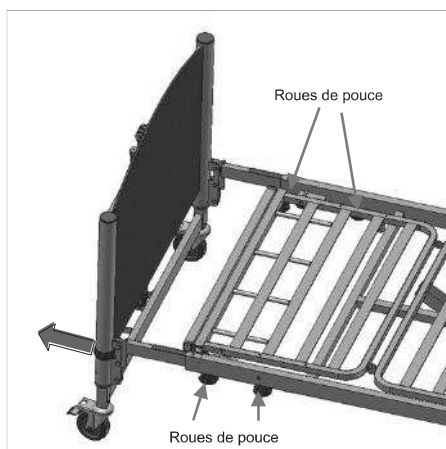

Figure 15: Extension du cadre de lit
- Tout en maintenant l'extrémité du pied près des colliers de verrouillage, tirez l'extension du lit jusqu'à ce qu'elle atteigne les butées (**Figure 15**).